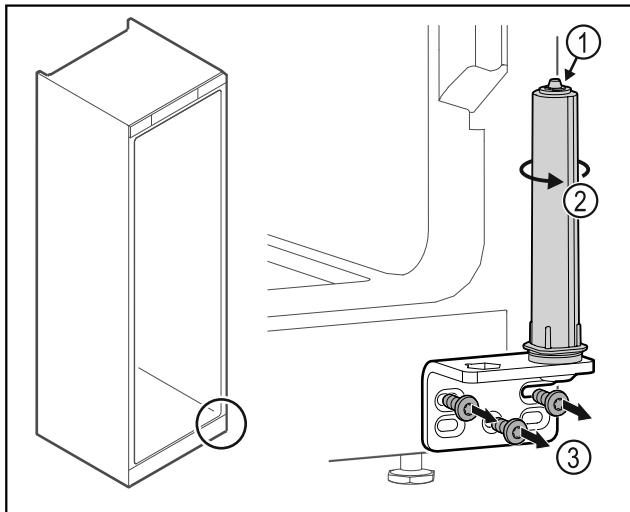

Fig. 46
- Не разбирайте систему закрытия двери Fig. 46 (1).
- Поворачивайте систему закрытия Fig. 46 (2) до щелчка.
- Отвинтите шарнирные уголки Fig. 46 (3).